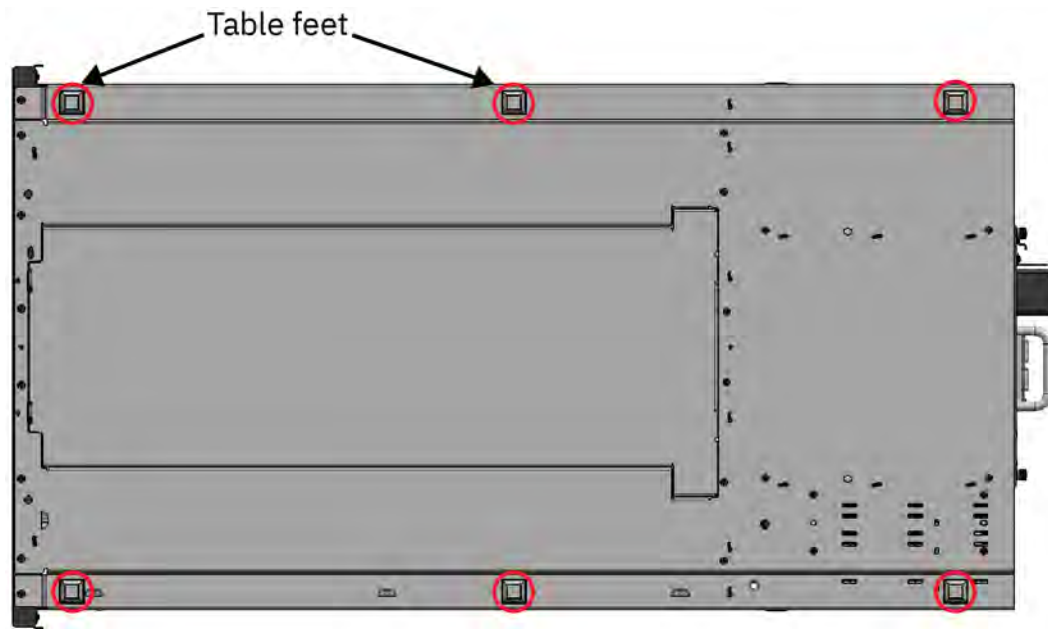

Figura 27. Pies de mesa
4. Añada pies a la base del módulo. Consulte Figura 27 en la página 54.